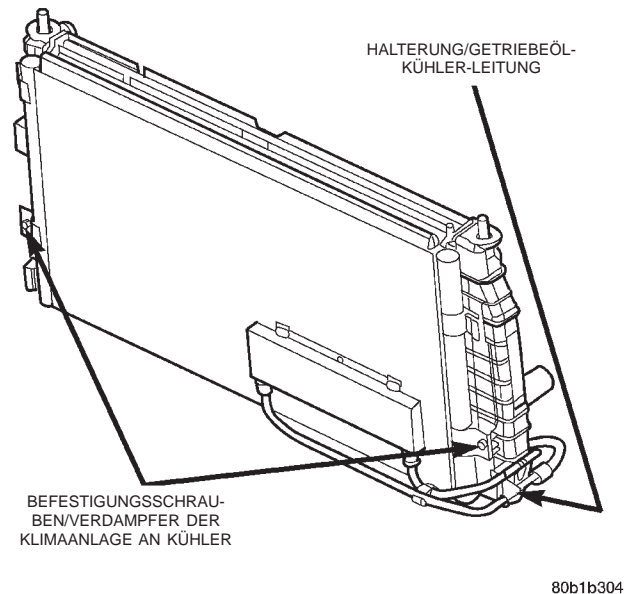

Abb. 20 Verdampfer der Klimaanlage am Kühler—Aus- und Einbau
(9) Die Befestigungsschrauben des Verdampfers der Klimaanlage auf der Vorderseite des Kühlers herausdrehen (Abb. 20).
(10) Das Befestigungselement abbauen, mit die Halterung der Getriebeölkühler-Leitung an der linken Seite des Kühlers befestigt ist (Abb. 20).
(11) Den Verdampfer nur so weit anheben, dass er aus den oberen Befestigungsklammern genommen werden kann; den Verdampfer auf dem unteren Küh-
(2) Den Verdampfer der Klimaanlage an den Befestigungsklammern am Kühler befestigen. Die Befestigungsschrauben eindrehen und mit einem Anzugsmoment von 5 N·m (45 in. lbs.) festziehen (Abb. 20).
(3) Den unteren Kühlerschlauch einschließlich Schlauchklemme anschließen.
(4) Die Halterung für die Getriebeölkühler-Leitung und das zugehörige Befestigungselement einbauen. Die Schläuche des automatischen Getriebes anschließen und die Schlauchklemmen mit einem Anzugsmoment von 2,5 N·m (22 in. lbs.) festziehen.
(5) Die Lüftereinheit einbauen.
(6) Den Steckverbinder des elektrischen Lüfters aufstecken.
(7) Die Leitungen des Motorölkühlers anschließen (je nach Ausstattung).
(8) Den oberen Kühlerschlauch einbauen. Den Schlauch so ausrichten, dass es nicht zu einer Berührung mit dem Antriebsriemen für Zusatzaggregate